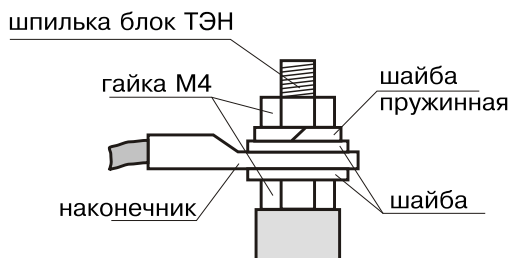

Рис.5 Присоединение проводов к выводам блок-ТЭН
6.4. При замене блок-ТЭН присоединение фазных проводов к выводам блок-ТЭН производить согласно Рис.5. Сечение кабеля указано в таблице 1.